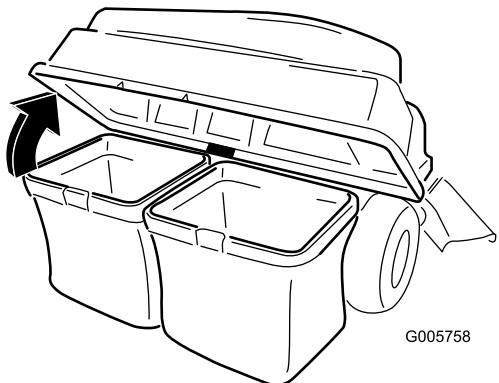

Figura 25
3. Alzate il coperchio del sistema di raccolta per aprirlo (Figura 25).